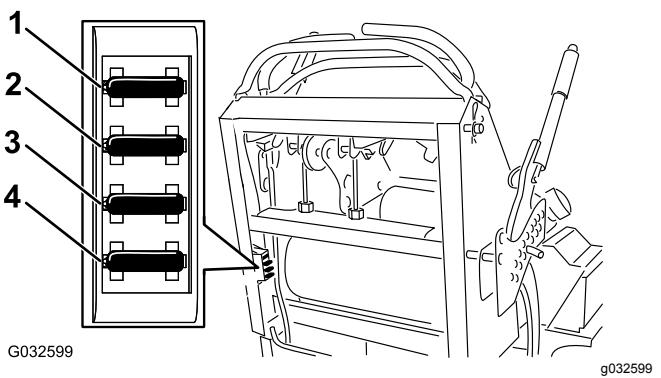

Figura 52
4. Retire el fusible y cámbielo (Figura 52).